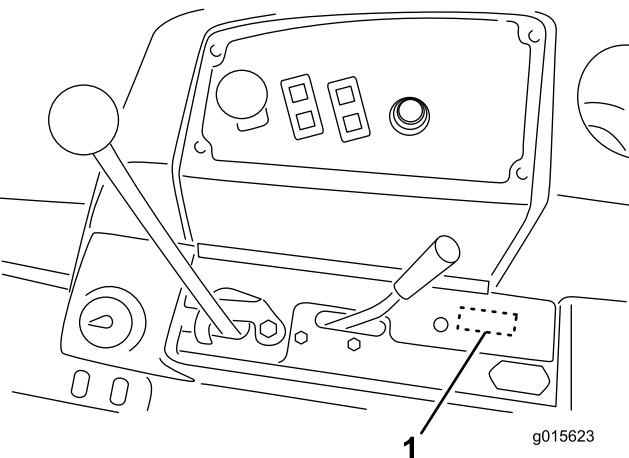

図 8
17. 下コントロールパネルにある打ち抜きプラグ デカルの下を打ち抜く図 8 と 図 9。